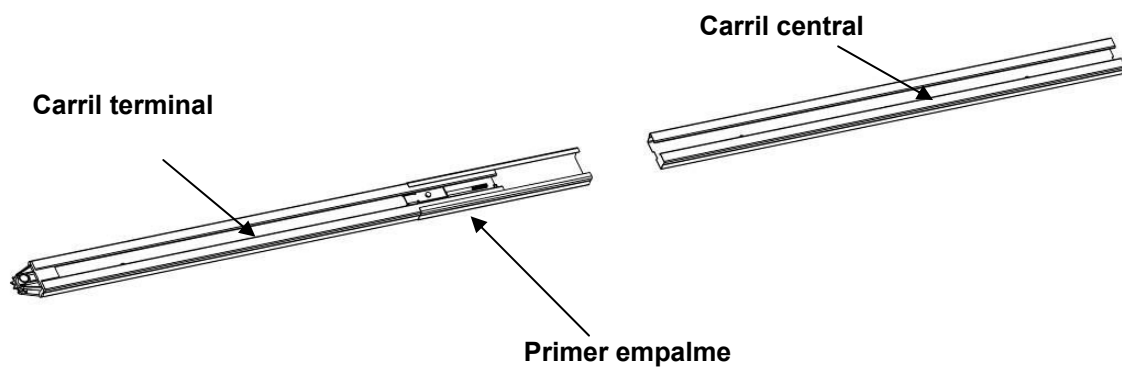

FIG. 5
- Como se ilustra en la Fig. 5, hacer deslizar el carril terminal y el carril central en el primer empalme.